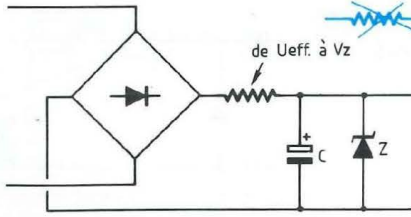

Fig. 5
Prenons le cas le plus défavorable, celui d'une diode Z de tension nominale 30 volts, équipant la réalisation. Nous devons abaisser la tension efficace en sortie du redressement (figure 5), de 220 à 30 volts, en transitant un courant possible de 120 milliampères, c'est (2).